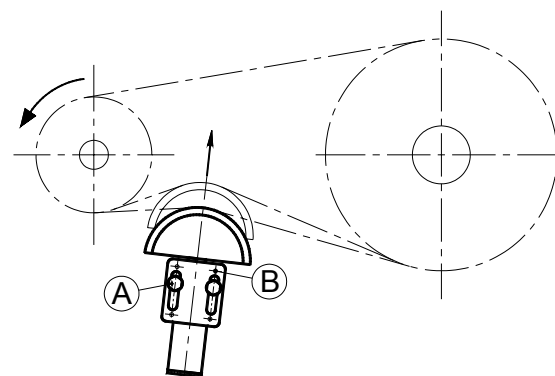

fig 1
I tenditori Ten Bloc sono fissati alla carpenteria della macchina mediante viti M8 pos (A) di fig.1, che sono inserite in asole di larghezza 9mm presenti sul corpo.
Su uno dei due lati del corpo scatolare sono presenti, inoltre, quattro nicchie che fungono da centrini nel caso in cui l'utilizzatore volesse forare il corpo per incrementare il fissaggio del tenditore mediante spine o viti M6 pos (B) di fig.1.
Ten Bloc tensioners are fixed to the structure of the machine by M8 screws, positioning (A) of figure 1, that are put in slots with length 9mm present on the body.
On one of the two sides of the box body there are also four hollows that can be used as marks if the user want to drill the body in order to increase the fixing of the tensioner by pins or M6 screws, positioning (B) of figure 1.